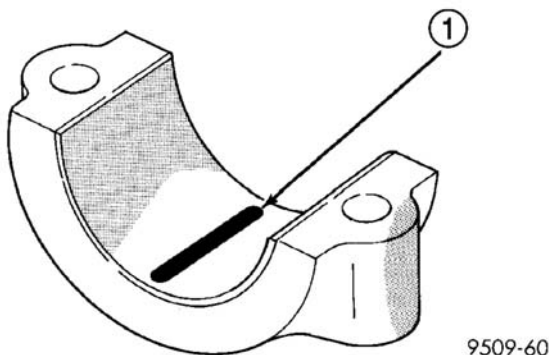

图 60 塑料量规置定方式在下方
(2) 交替的方法：
(3) 从要检查的表面清除润滑油薄膜。塑料丝规可溶于油中。
(4) 将一个塑料量规跨过盖中的轴承壳的整个宽度大约离开中心和离开机油孔 6.35mm (1/4in.) (图 60)。(此外，通过将塑料量规置于所怀疑的区域可对所怀疑的区域进行检查。) 将要检查的轴承的轴承盖螺栓拧紧至正确的规格。
(1) 在发动机处于倒置（曲轴向上）和安装在修理台上的情况下，卸下主轴颈盖。
(2) 从轴颈和轴承壳除去油。
(3) 将塑料间隙规切割至和轴承宽度相同的长度，并将其与轴颈法线相平行置放（图 60）。
(4) 小心地安装主轴承盖并将螺栓拧紧至规定的扭矩。